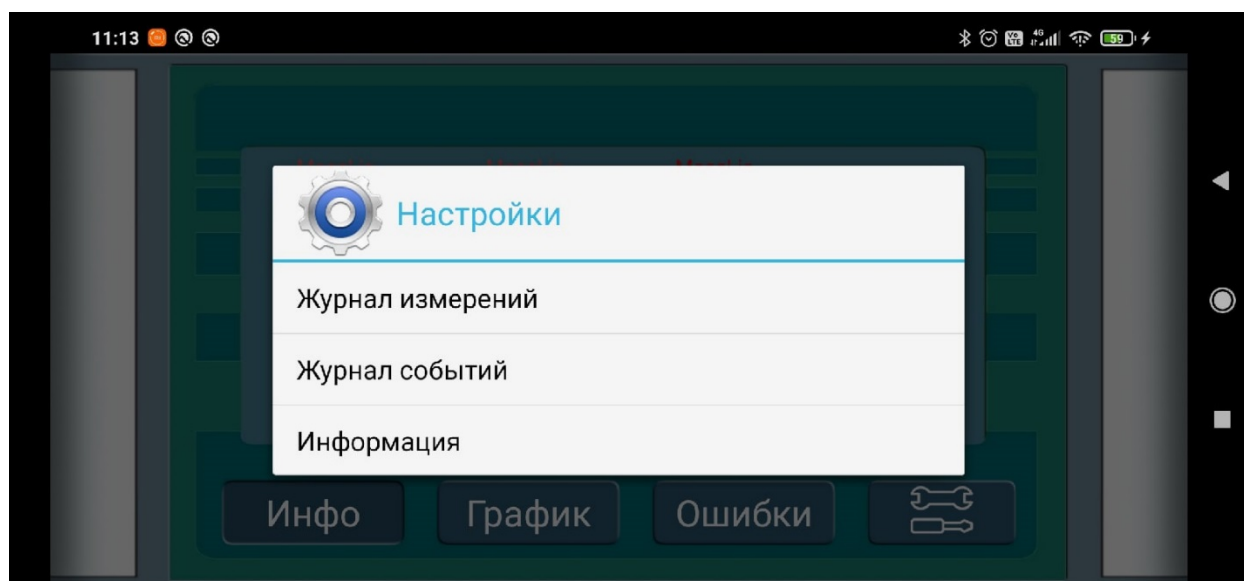

Рисунок 32 – Окно «Настройки»: уровень доступа «Пользовательский»
2.3.2.8.2 Описание уровня доступа «Пользовательский» (рисунок 32).